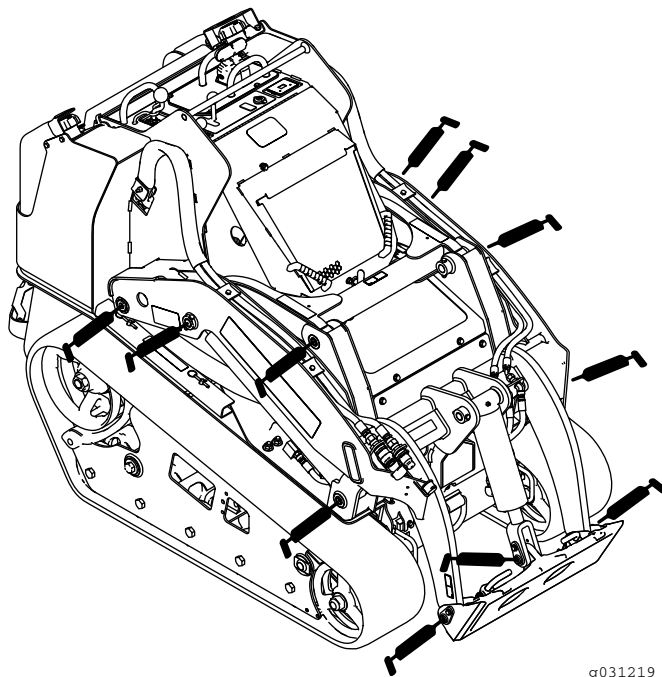
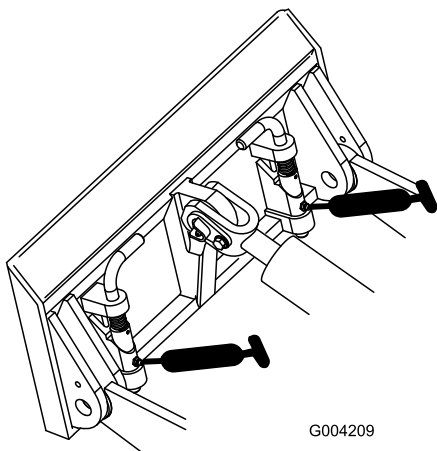
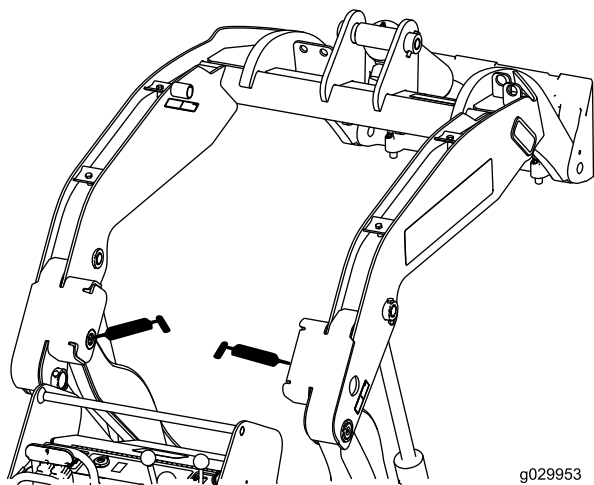

Figura 38
Figura 39
Figura 40
4. Conectați un pistol de lubrifiere la fiecare fitting (Figura 38, Figura 39, și Figura 40).
Notă: ridicați braele încărcătorului înainte de a lubrifica fittingurile din Figura 40.